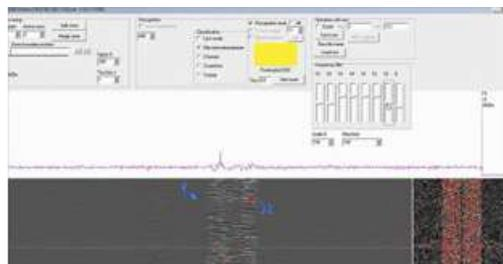

Рис. 8. Взрыв петарды на ОКГТ без подстройки частотных фильтров
- слабый эффект от взрывной волны (рис. 8, отм. 1) плюс резонирующее воздействие (рис. 8, отм. 2) при использовании системы без подстройки частотных фильтров;